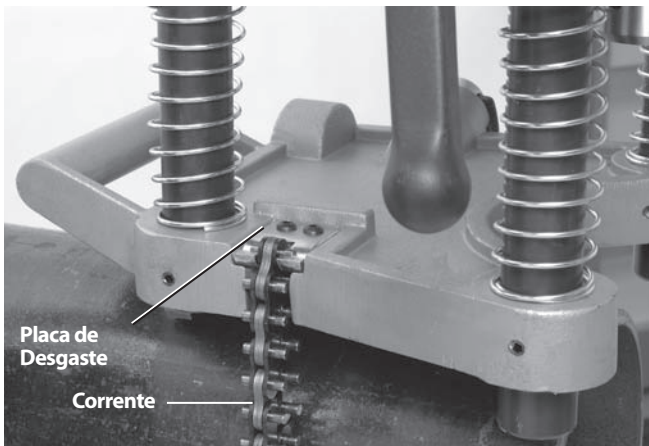

Figura 5 – Fixação da Corrente da HC-450
3. Mantenha sempre, pelo menos, uma mão na Ferramenta de Corte de Orifícios para estabilizá-la e orientá-la. Agarre a extremidade da corrente e puxe-a completamente à volta do tubo. Prenda o pino da corrente mais próximo na placa de desgaste e aperte firmemente a pega do torniquete para segurar a Ferramenta de Corte de Orifícios no tubo. (Ver Figura 5.)